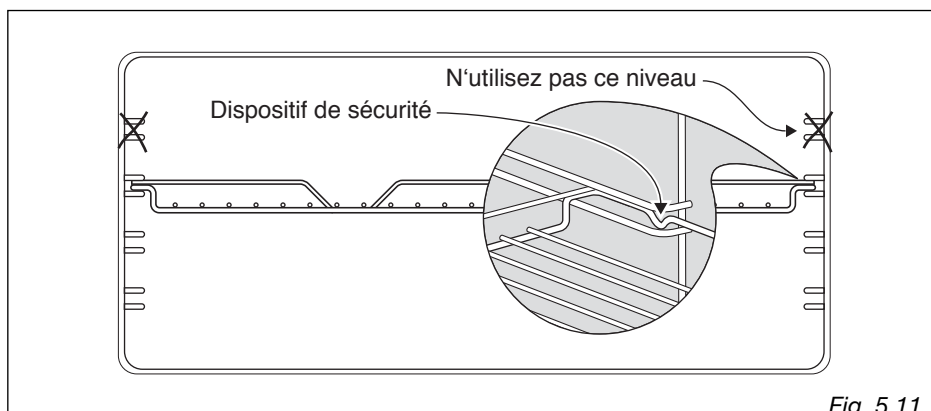

Fig. 5.11
- Glissez les grilles sur les guides (fig. 5.11). N'utilisez pas le premier support à partir du haut.